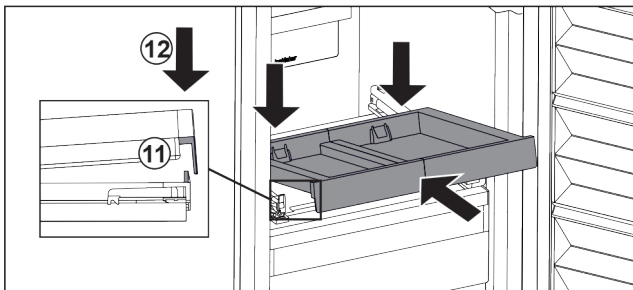

Fig. 33
- ▶ Вкарайте под ъгъл. Обърнете внимание на това, ограничителят и от двете страни да е зад езичето. *Fig. 33 (11)*
- ▶ Спуснете изтеглящата се дъска отпред. *Fig. 33 (12)*